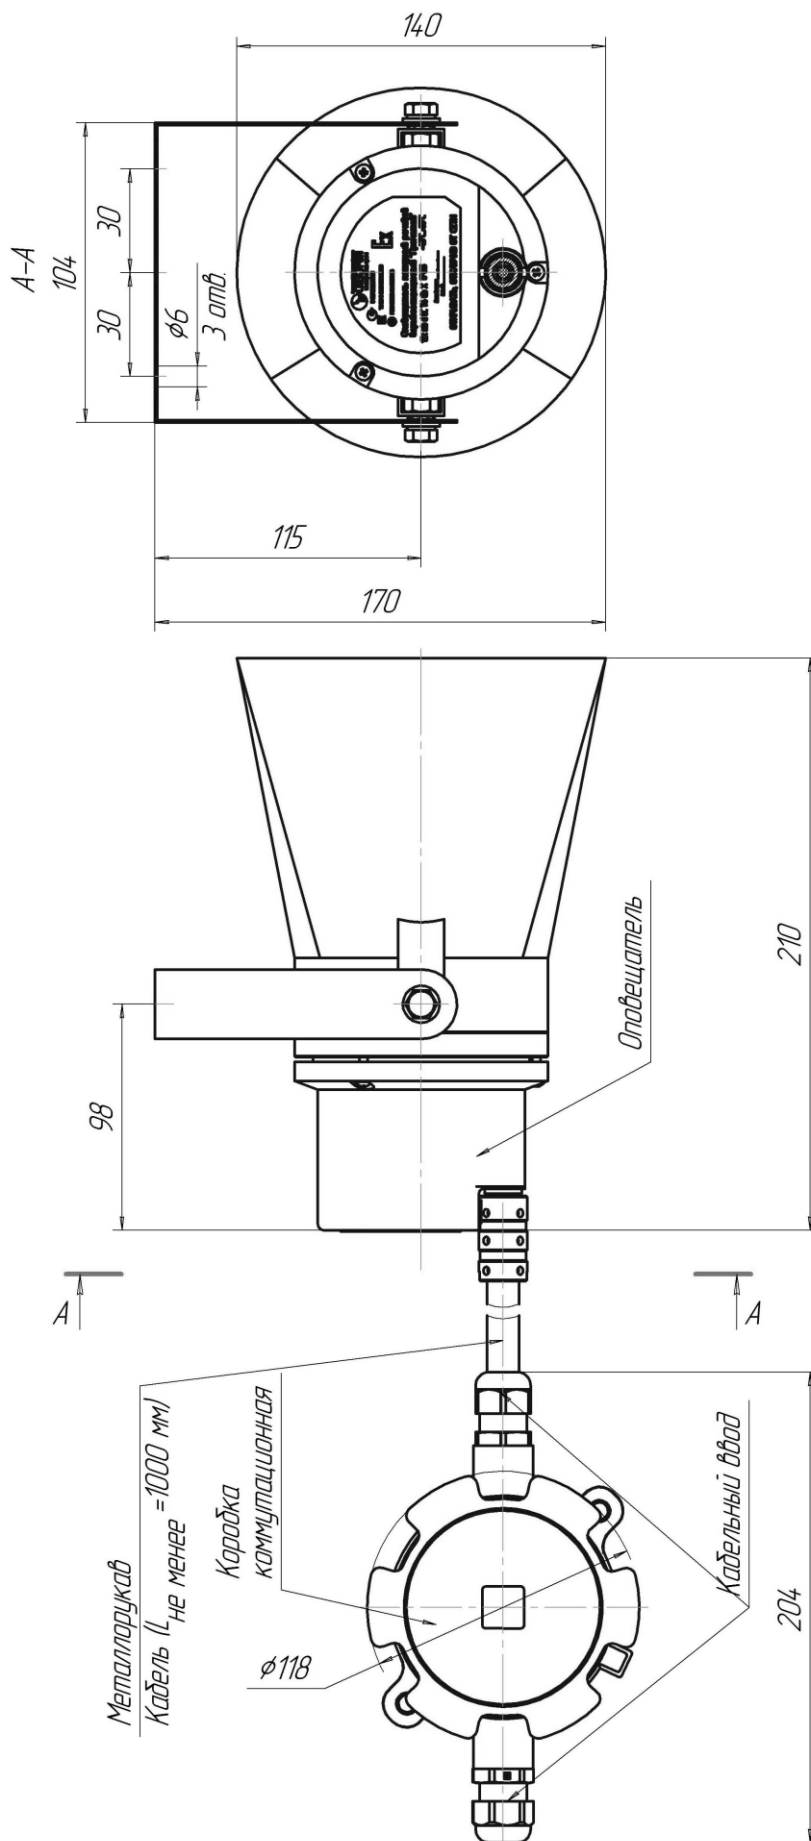

Рисунок 1 – Габаритные размеры оповещателя «ГВР-Ехм-10-Прометей», «РЗОР-Ехм-10-Прометей»
- определить место установки и разметить место крепления, рисунок 1 в соответствии с утвержденным в установленном порядке проектом размещения;